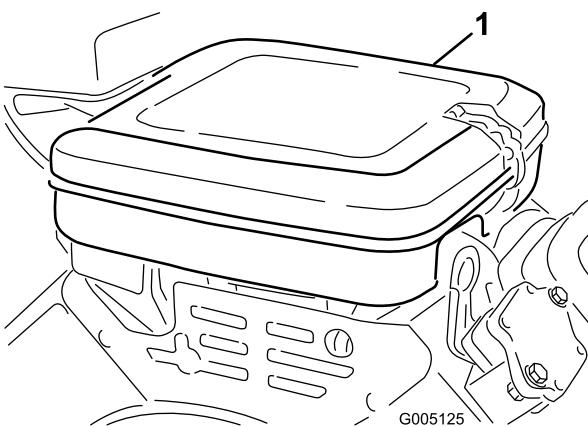

Figura 41
1. Abra los enganches y retire la tapa del limpiador de aire (Figura 41). Limpie a fondo la cubierta.